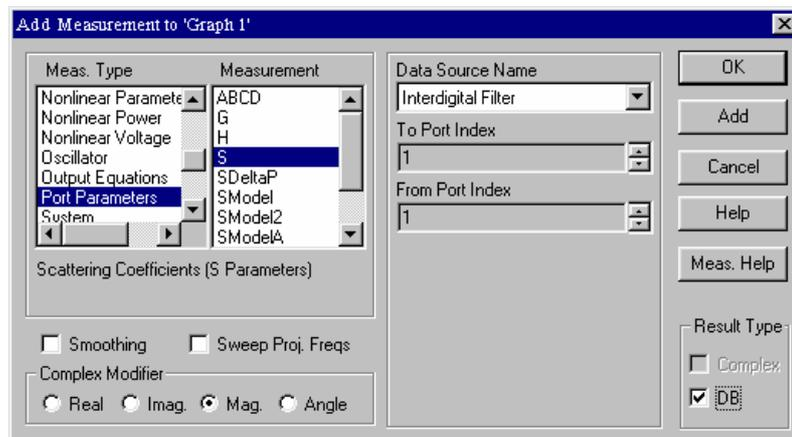

Рис. 2.14. Диалог вывода частотной характеристики на график
5. Выберите **S** как характеристику (рис. 2.14), выберите **Interdigital Filter** как **Data Source Name**, выберите **DB** в разделе Result Type, нажмите **ADD** и затем **OK**.